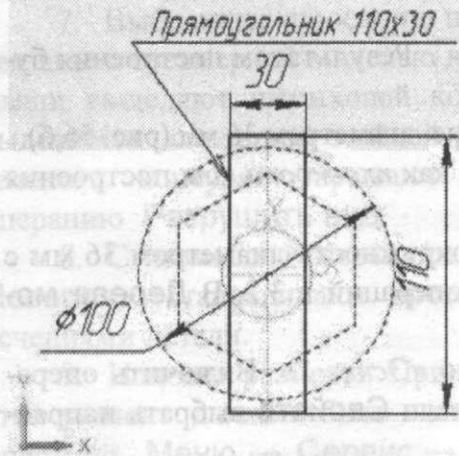

Рис. 57. Параметры к выполнению «Эскиза 4»
6.1. Выделить верхнее основание цилиндра как *плоскость* для построения эскиза (рис. 57). Включить кнопку Эскиз и построить Прямоугольник, используя опцию По центру и точке с размерами 110 x 30 мм (Параллельно оси  $u$  задать размер равным 110 мм). Точка центра прямоугольника:  $X=0$ ;  $Y=0$ .